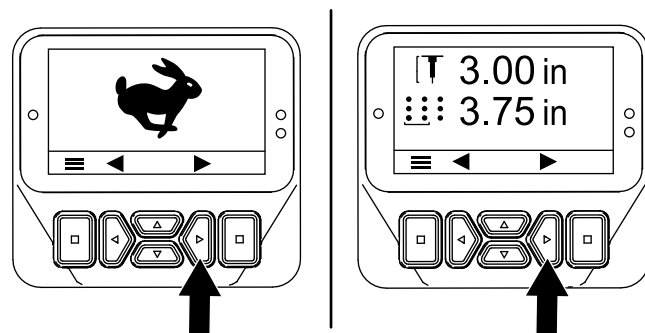
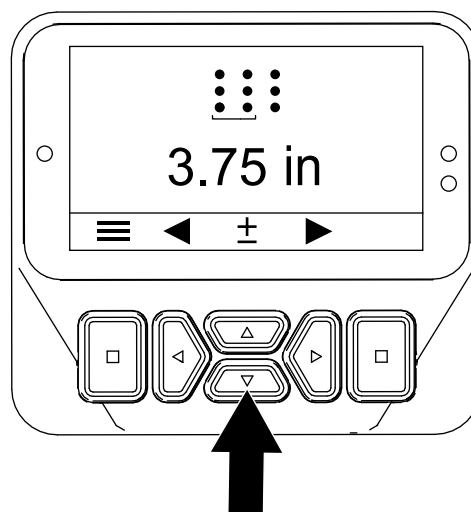

Figura 53
Figura 54
3. Pulse el botón derecho hasta que se muestre la pantalla Setting the Hole Spacing (Ajuste del espaciado de las perforaciones) (Figura 53 y Figura 54).
4. Ajuste el espaciado de las perforaciones (Figura 54) del siguiente modo: